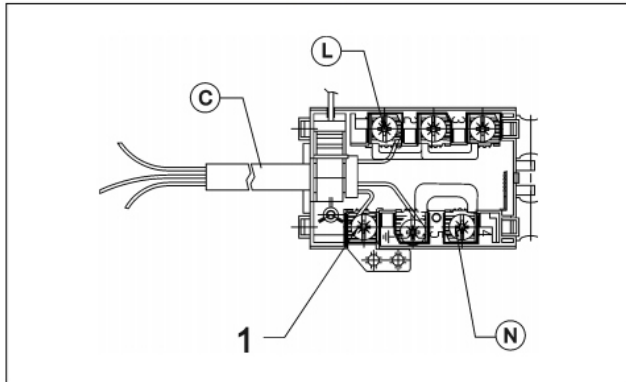

FIG. 8
- coloque uma ficha no cabo "C" se necessário (fig. 8 e 9).
- Ligue os cabos conforme o esquema da fig. 8 e 9, respeitando as correspondências abaixo: